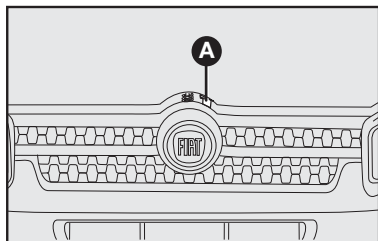

fig. 97
2) mover a trava localizada sob o capô para cima **A-fig. 97**.